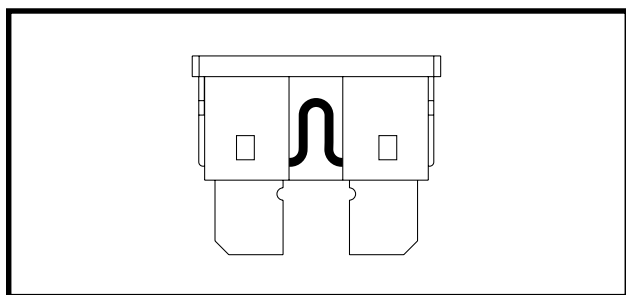

Figure 25. Fusible correct
2. Examinez-le pour vérifier s'il est brûlé. Voir les figures 25 et 25A.